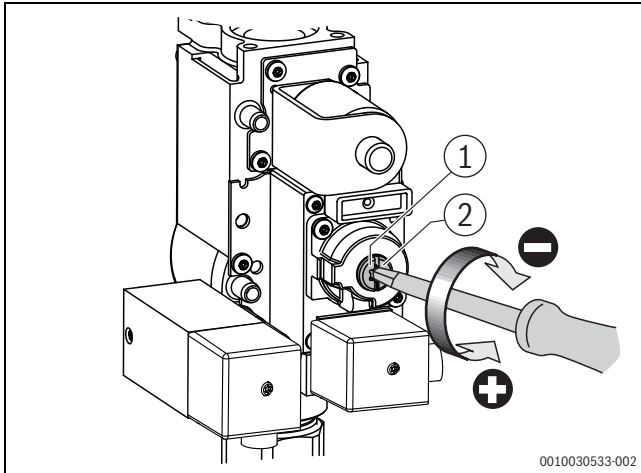

Bild 6 O₂-Gehalt bei Teillast einstellen (Kesselgröße 75 – 100 kW)
- ▶ Verschlusssschraube an der Gasarmatur herausdrehen (→Bild 6 und 7).
- ▶ O₂-Wert an der Teillast-Einstellschraube auf 5,4 % einstellen (→Bild 6 und 7).